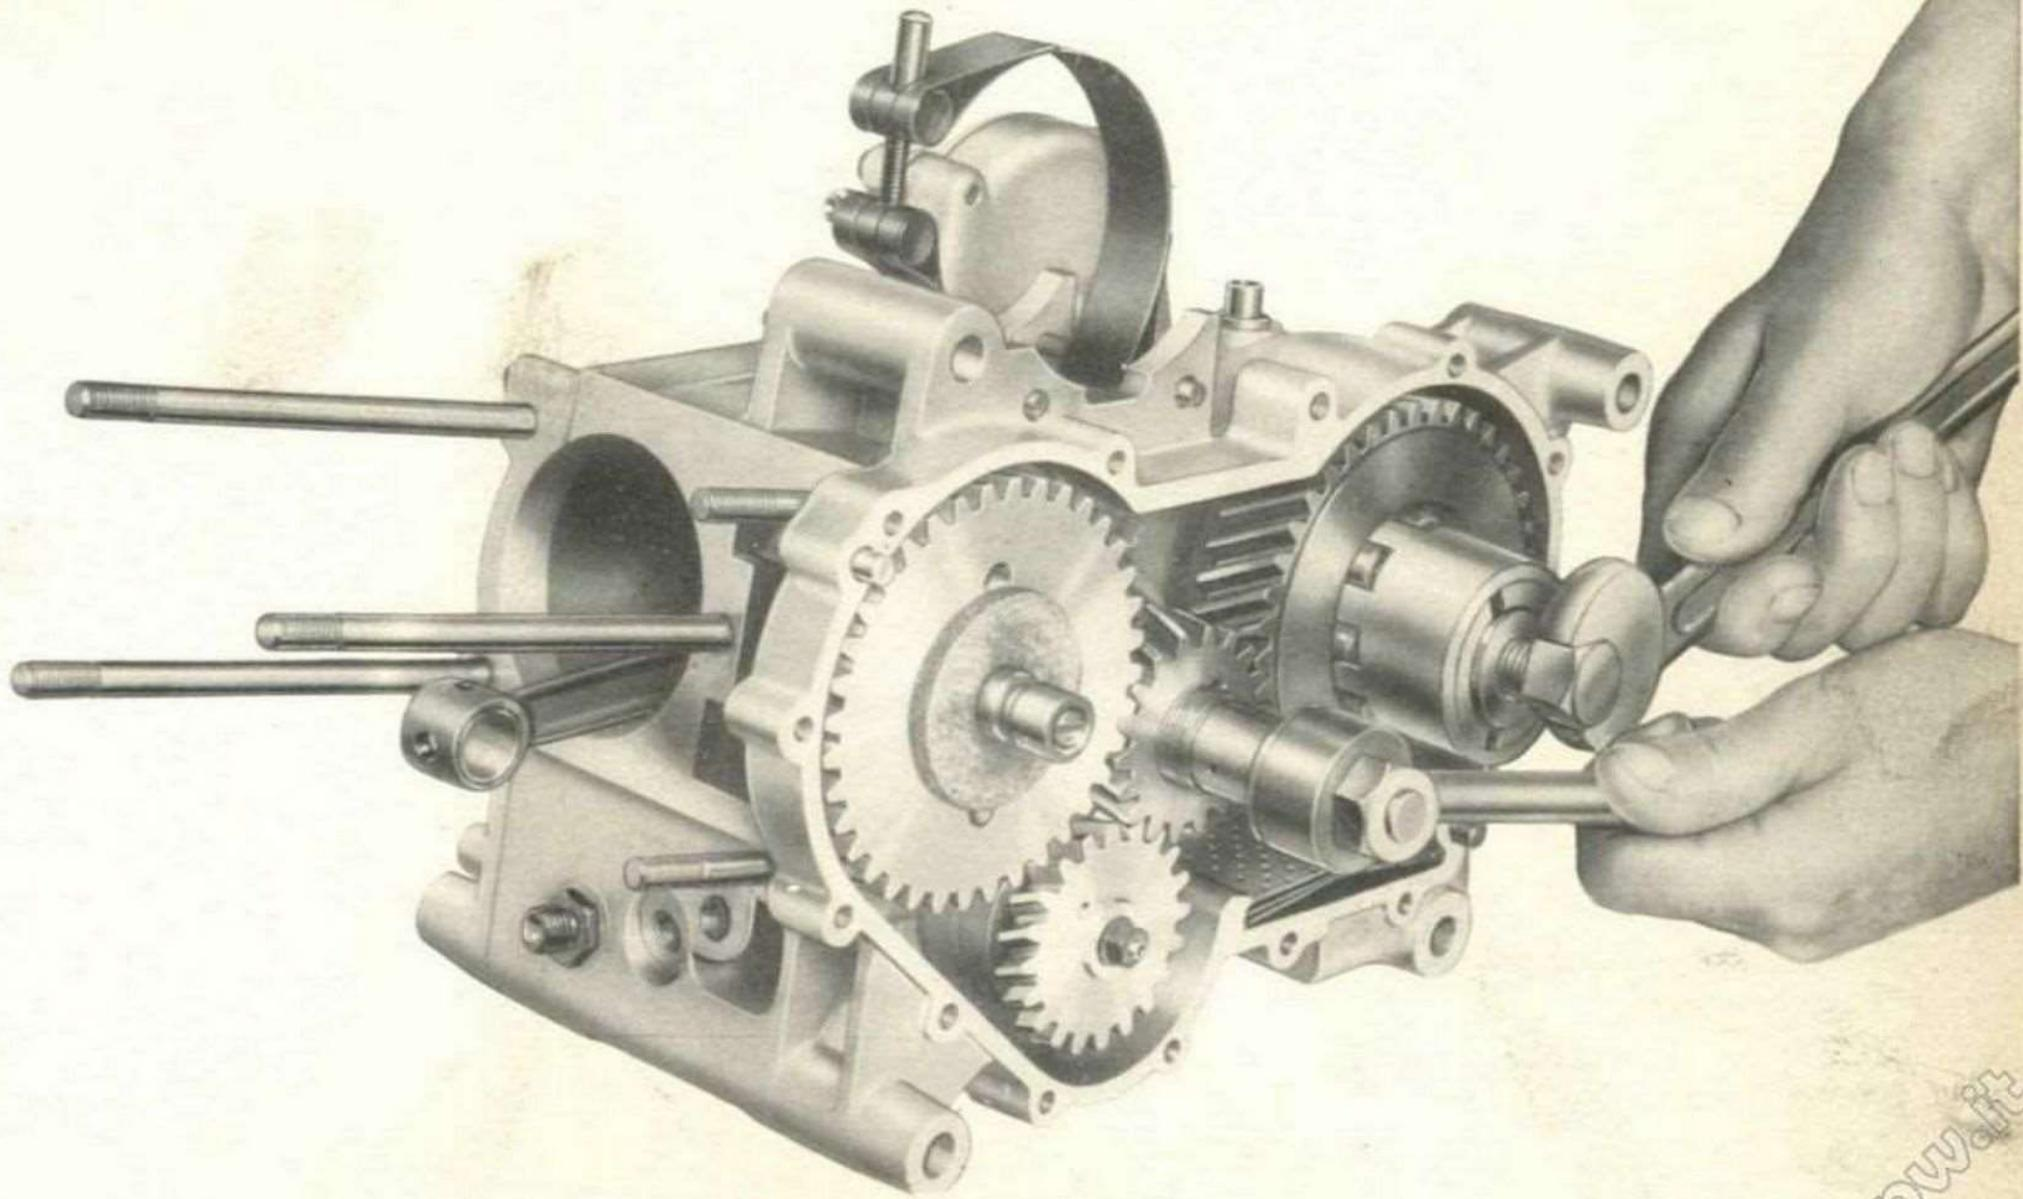
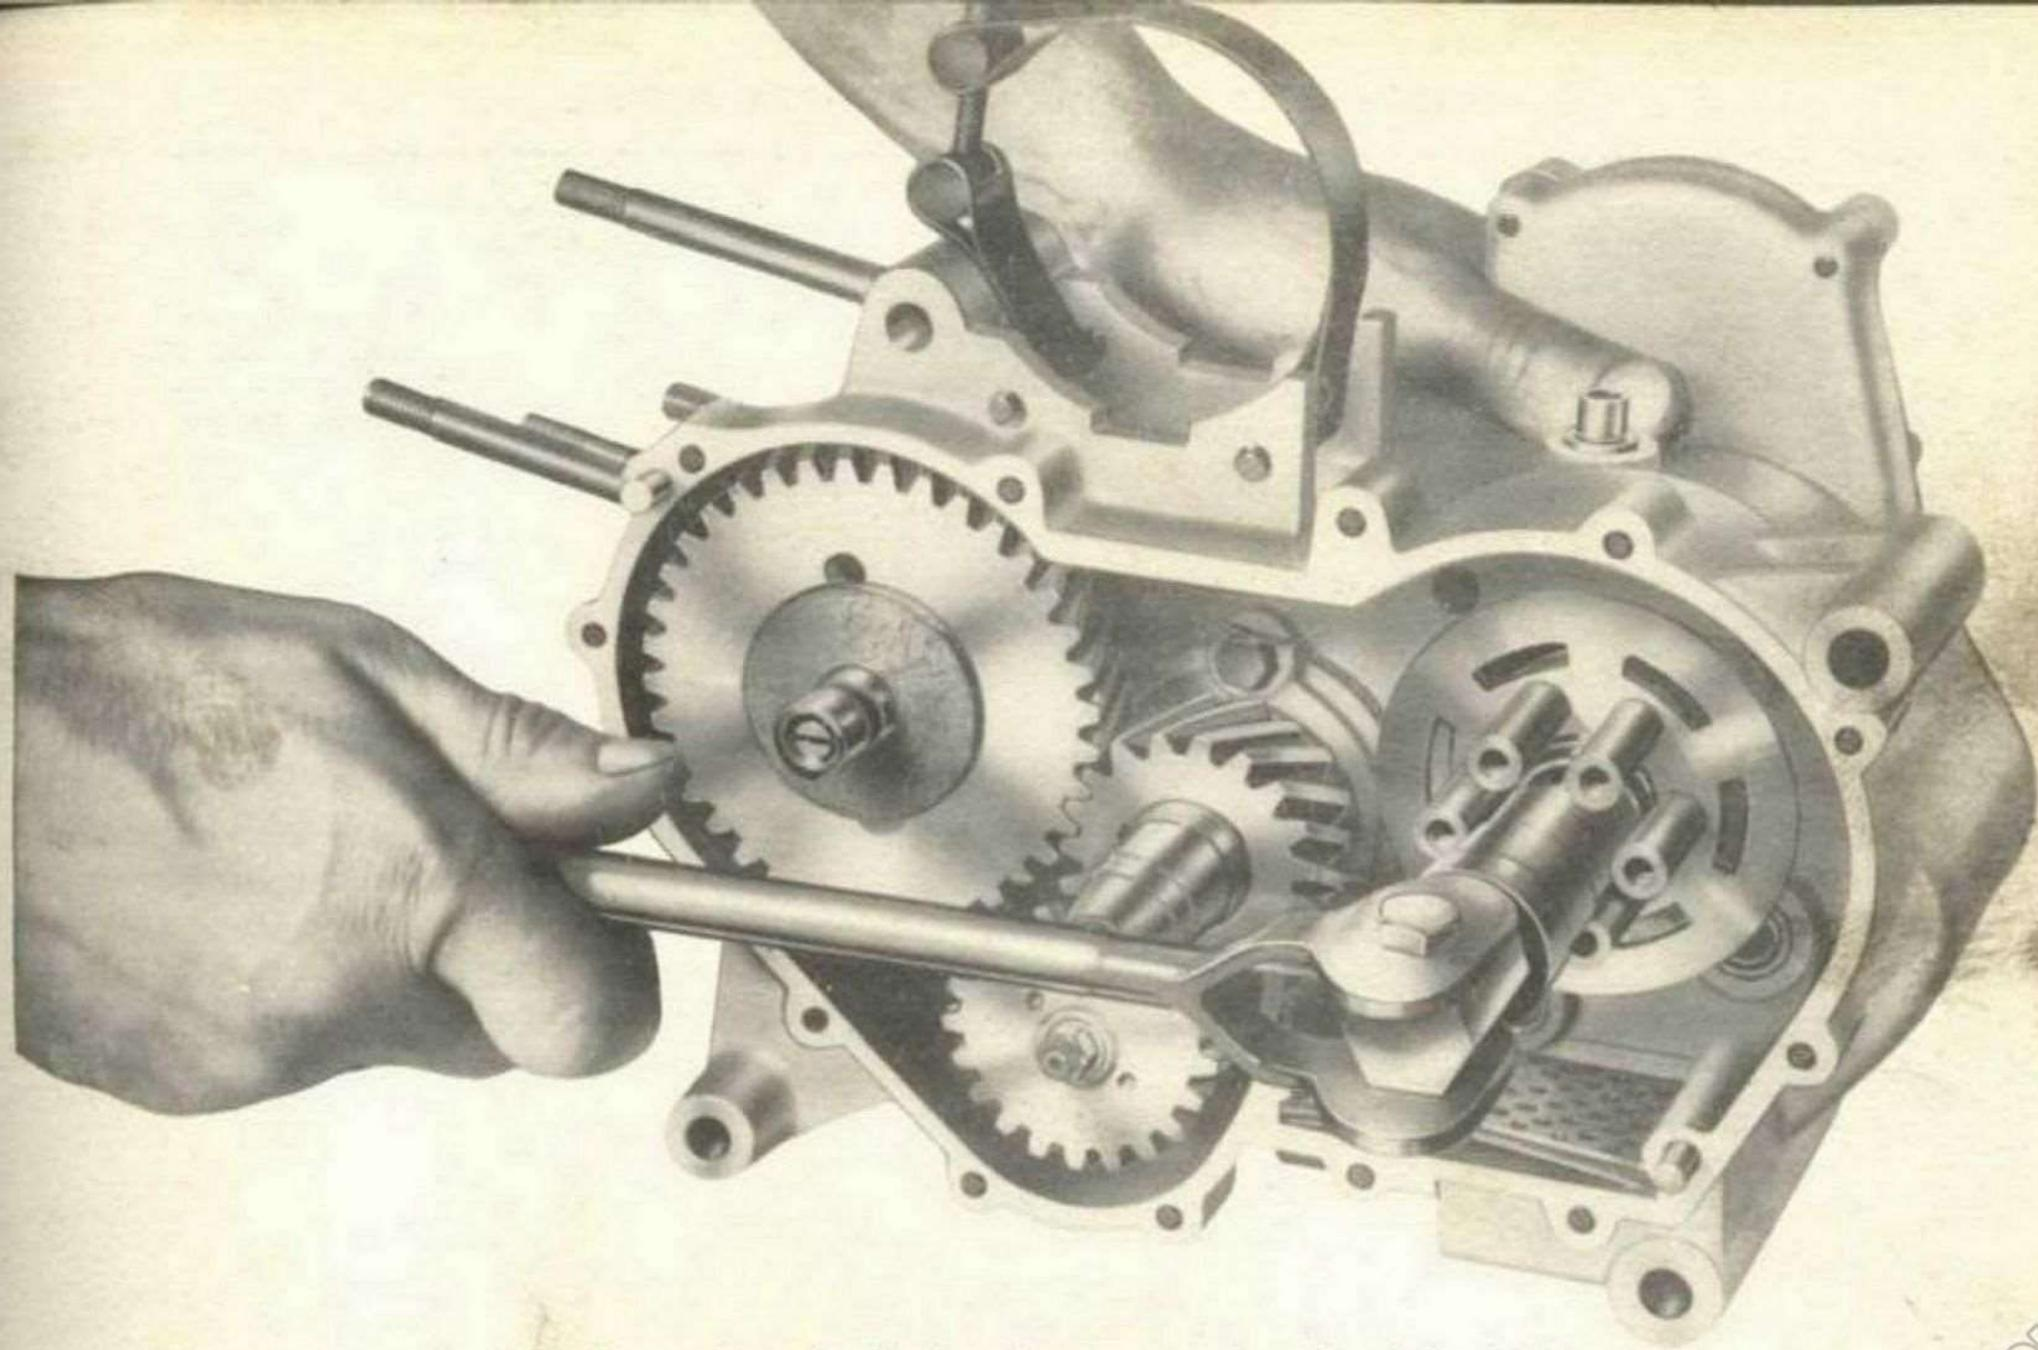

Fig. 11 - Come si smonta il complesso frizione
Fig. 12 - Come si toglie il piattello con le sei molle della frizione
- la frizione, togliendo il dado con chiave a tubo da 21 sulla parte centrale e sfilando dall'albero primario i due pistoncini e la sfera per comando frizione. Dopo di questo, occorre montare sul corpo frizione l'estrattore 39765 e l'apposita chiave di tenuta sull'albero motore; 38799; agire poi come è indicato a fig. 11 per staccare tutto il complesso della frizione. Per smontare il piattello porta molle e le sei molle della frizione, occorre levare la chiavella e avvitare l'apposita leva 38806 sull'albero primario, come è dimostrato a fig. 12, indi agire sul braccio della leva che funge da estrattore, quel tanto da togliere la chiavella;